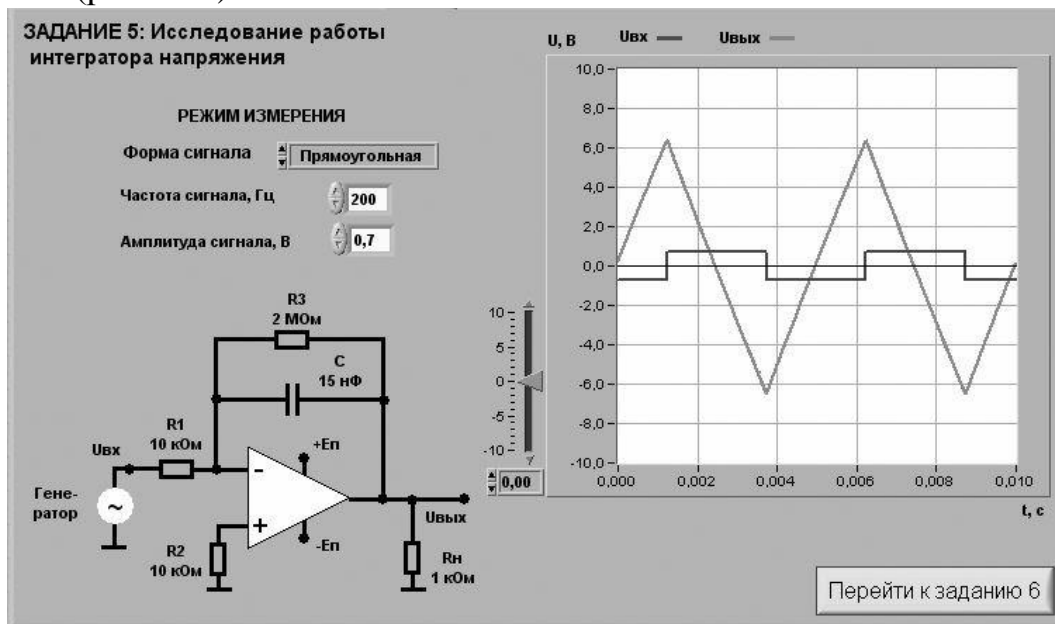

Рис. 2.16. Лицевая панель ВП при выполнении задания 5
4.4. Нажмите на передней панели ВП кнопку «Перейти к заданию 5», на экране появится лицевая панель ВП, необходимая для выполнения задания 5 (рис.2.16).